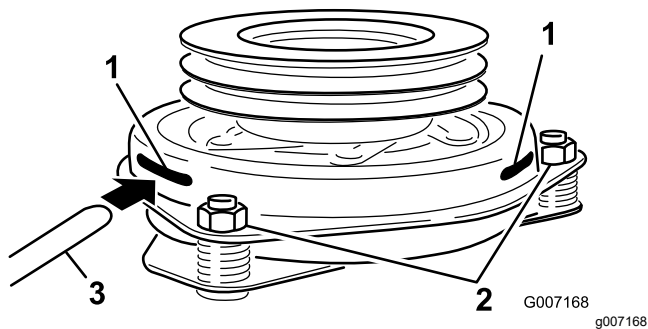

Bild 78
9. Stecken Sie eine Fühlerlehre 0,381 mm bis 0,533 mm durch einen Prüfschlitz in die Seite der Baugruppe (Bild 78).
10. Ziehen Sie die Sicherungsmuttern an, bis die Fühlerlehre etwas fest sitzt, jedoch leicht bewegt werden kann (Bild 78).